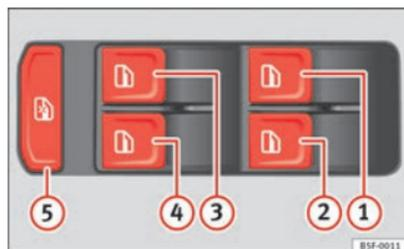

Fig. 60 Détail de la porte du conducteur : commandes des glaces avant et arrière (véhicule 5 portes)
Les touches ⇒ fig. 60 ①, ②, ③ et ④ disposent de deux positions pour l'ouverture des glaces et de deux autres pour leur fermeture. Il est ainsi plus simple de contrôler les processus d'ouverture et de fermeture.